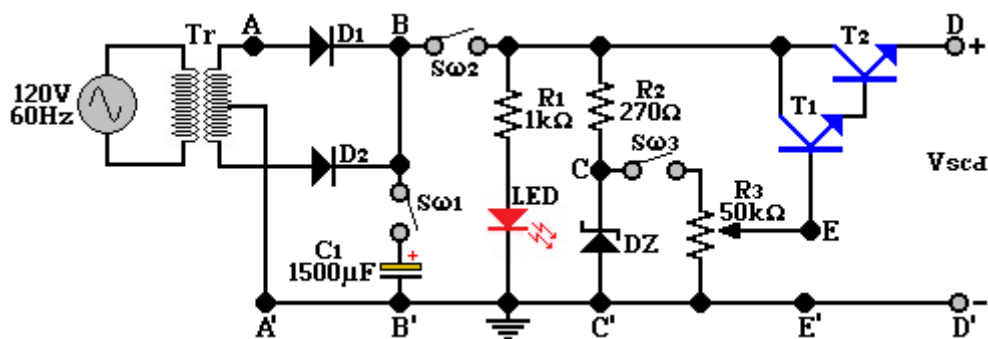

Figura 4.2
- Arme el circuito de la figura 4.2 dejando todos los interruptores abiertos.